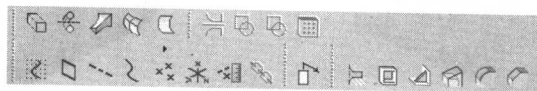

图 1-5 命令工具栏
(4) 命令工具栏。主要用于选择各种操作命令,如拉伸、旋转等,如图 1-5 所示。